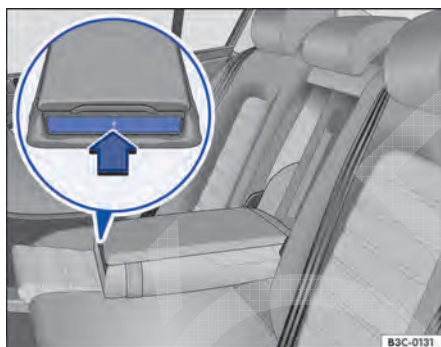

Fig. 149 No descanso-braço central traseiro: desdobrar o porta-bebidas.
- Pressionar a parte dianteira do console central ⇒ Fig. 149 no sentido da seta. O porta-copos se estende.